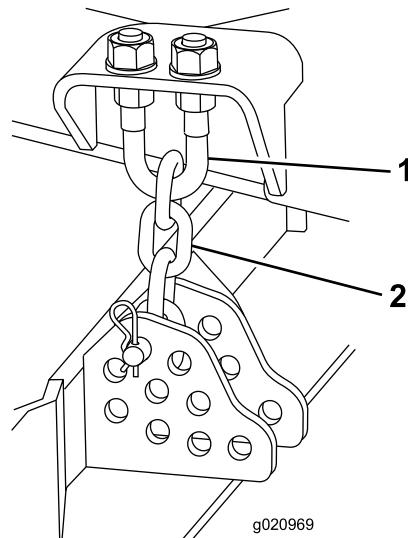

Figura 104
3. Togliete la coppia e il perno con testa che fissano le catene dell'altezza di taglio sul retro dell'apparato di taglio (Figura 104).